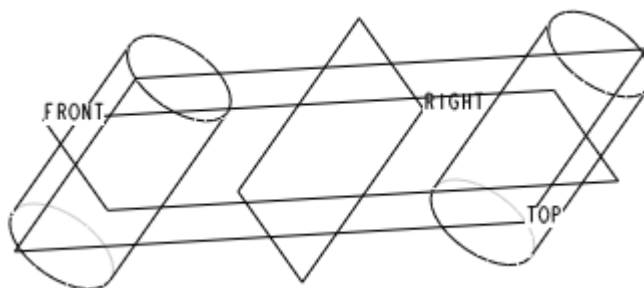

图 55-5
- (4) 单击  按钮，完成拉伸截面的绘制，返回特征操控板。
- (5) 调整特征生成方向，单击  按钮，完成拉伸特征建立，如图 55-5 所示。